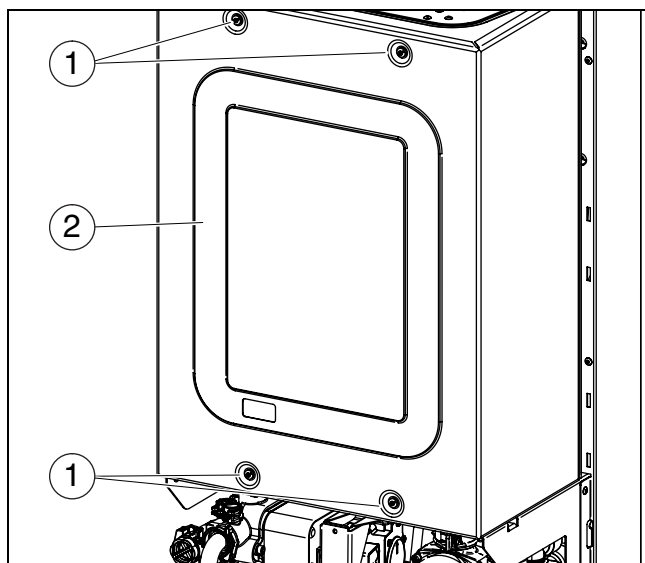

Fig. 54 Ouvrir le caisson d'air
- Dévisser les 4 vis (→ fig. 54, [1]) et retirer le couvercle de caisson [2].